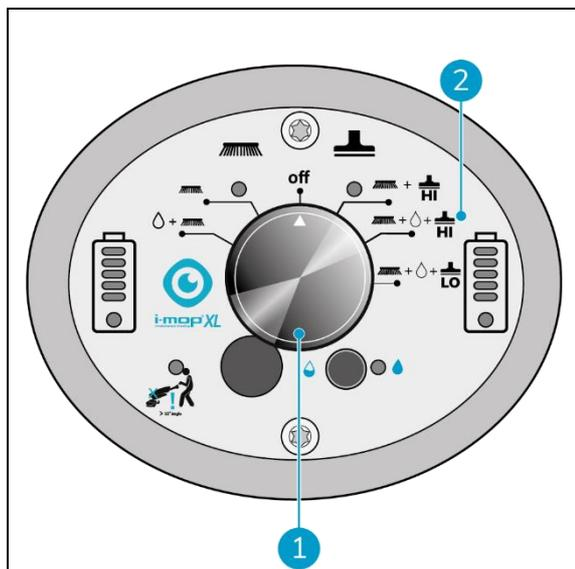

Figura 27
L'indicatore di avvertimento dell'angolo lampeggerà nell'area blu cerchiata non appena l'operatore scenderà sotto i 32 gradi. La spia si accende e il recupero dell'acqua viene messo in pausa. Quando la maniglia viene sollevata al di sopra dei 32 gradi, il motore di aspirazione si riavvia dopo 5 secondi. (figura 27)
2. Utilizzare l'interruttore principale di i-mop XL Pro (Figura 27, pos. 1) e scegliere la MODALITÀ 4 Spazzola + Acqua/Soluzione detergente + Aspirazione a secco (Figura 27, pos. 2).